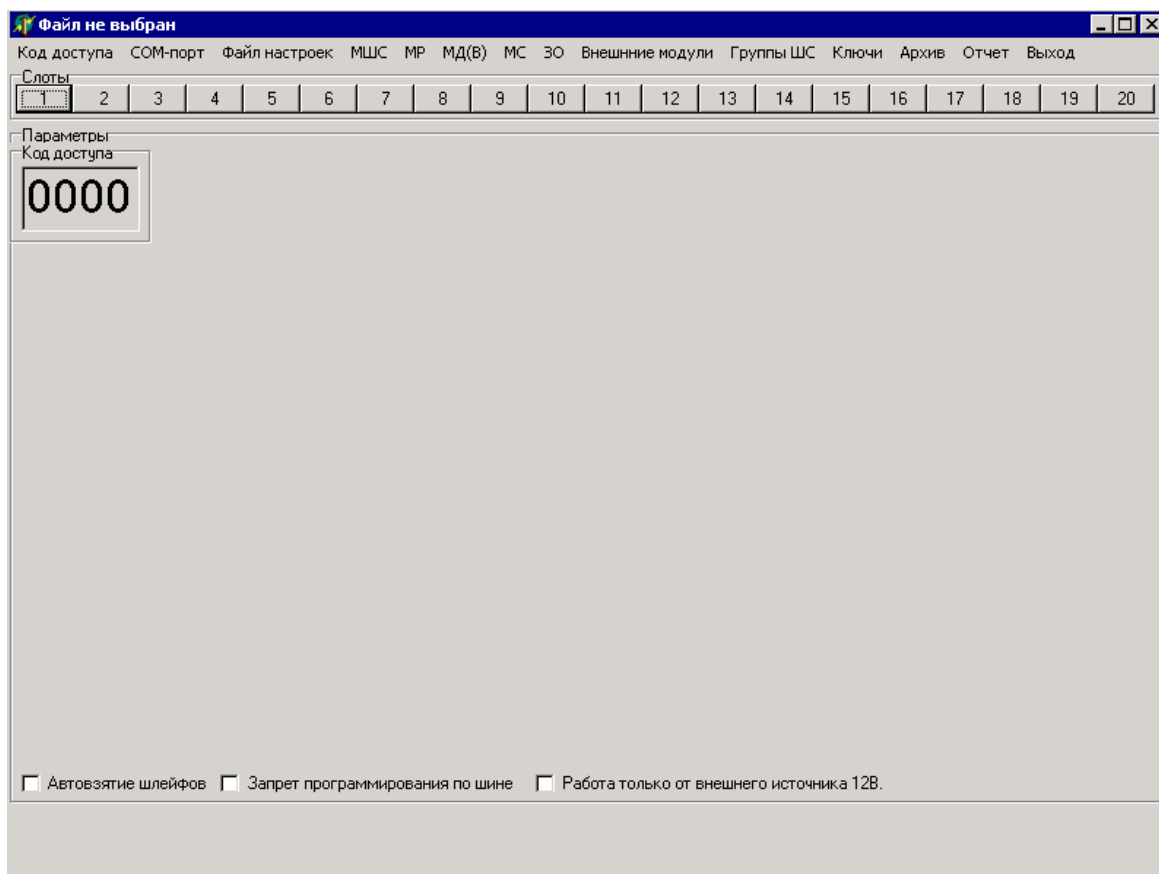

Рисунок 2
2.1.2.2 Код доступа к файлам настроек содержит 4 символа и по умолчанию равен **0000**. Для обеспечения ограничения доступа к данным, содержащимся в файлах настроек, рекомендуется после запуска программы изменить код доступа с помощью команды главного меню «Код доступа». В результате выполнения этой команды в основном окне программы на панели «Параметры» появляется поле для ввода нового кода доступа к текущему файлу настроек (рисунок 2). Если код был изменен, то в дальнейшем его необходимо использовать для получения доступа к данному файлу настроек после каждого запуска программы.